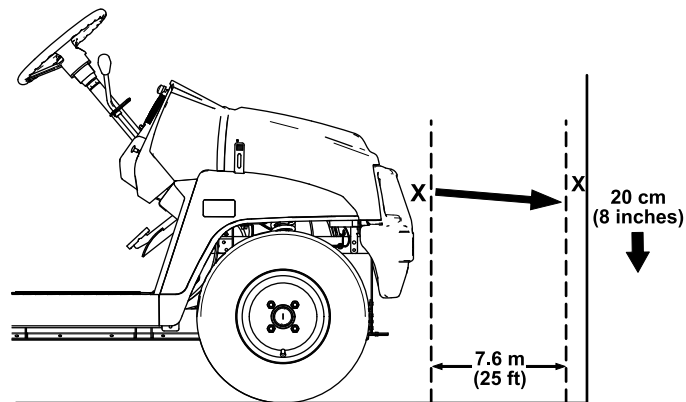

Figura 42
- Aparque la máquina en una superficie nivelada con los faros a unos 7.5 m (25') de una pared (Figura 42).
La parte más brillante del haz del faro debe estar a 20 cm (8") por debajo de la señal hecha en la pared (Figura 42).